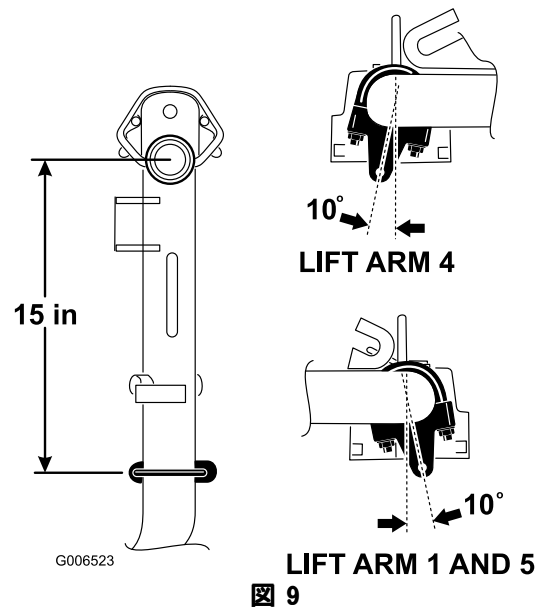

図 9
- 昇降アーム1番、4番、5番では、チェーン・ブラケットとUボルトが、ピボット・ナックルの中心線よりも38 cm 後ろになるように取り付ける(図 9)。昇降アーム1番、5番では、ブラケットを垂直方向から右に10度回転させた状態で取り付ける(図 9)。昇降アーム4番では、ブラケットを垂直方向から左に10度回転させた状態で取り付ける(図 9)。